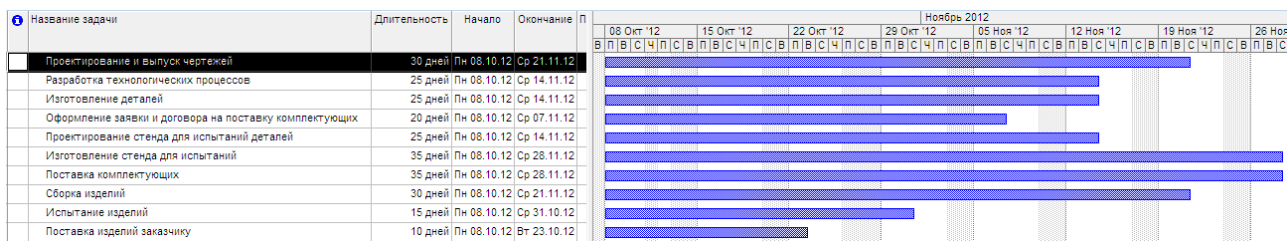

Рис. 9 – Вид окна **Плана проекта** после введения данных о продолжительности всех задач проекта
12. Повторите действия пп. 10 и 11, вводя названия всех задач и их длительность из таблицы 1. Вид окна **Плана проекта** после этого примет следующий вид (рис. 9).